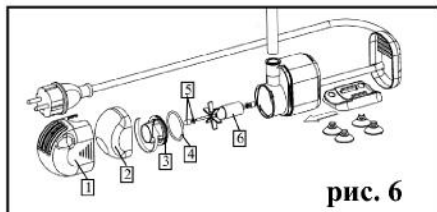

рис. 6
7.2.1 Нажмите на крышку корпуса насоса 1 (рис.6) и потяните её на себя. Отсоедините губку-фильтр 2 (рис.6). Прочистите губку фильтра под струёй чистой воды. Если насос очень грязный, промойте также рабочее колесо.
7.3 Промывка керамического рабочего колеса. Штыковой затвор крышки камеры насоса 3 (рис.6) открыть, повернув на 90°.
Снимите крышку камеры и выньте керамическое рабочее колесо с ротором 6 (рис.6), преодолевая магнитную силу. При этом внимательно следите за тем, чтобы не потерять резиновые прокладки 4, 5 (рис.6) и не сломать керамическое рабочее колесо. Рабочее колесо тщательно промойте в холодной воде.